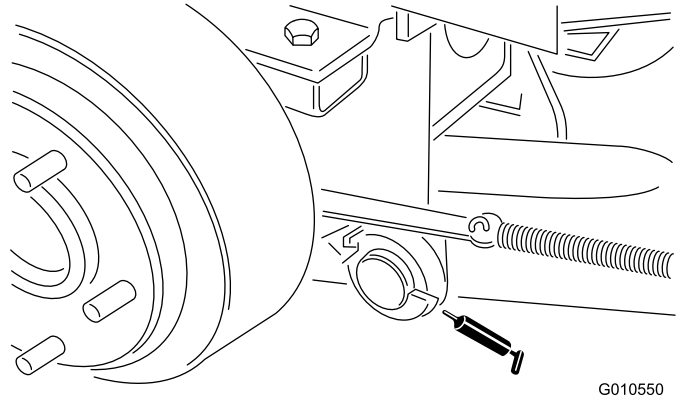

Figura 22
- Pivotes de los brazos de elevación traseros (2) (Figura 22)